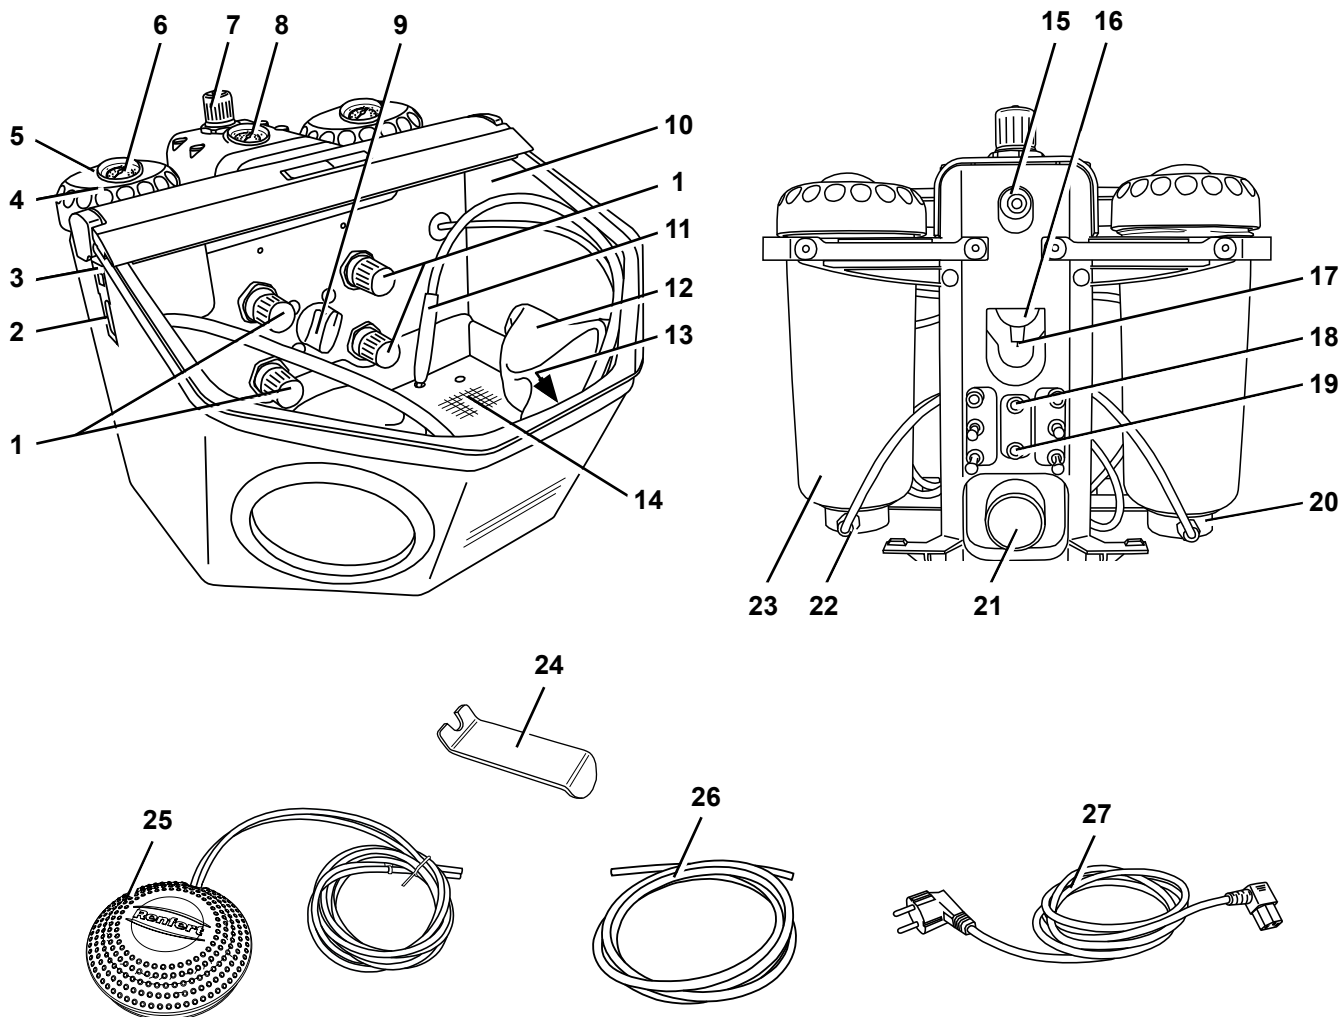

Fig. 1
- Introducir la manguera de aire a presión (26) en la conexión (15). Para ello hay que salvar una ligera resistencia.
- Comprobar si la presión de conexión se encuentra dentro del rango requerido (véase Datos técnicos). La indicación se realiza a través del manómetro (8, Fig. 1).